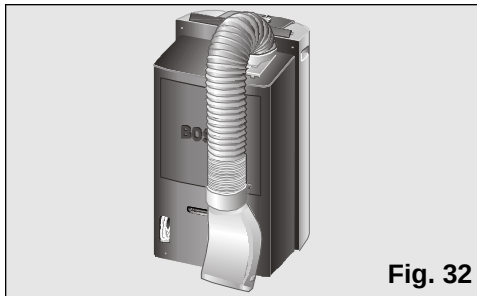

Fig. 32
- ☐ Para ello doblar el tubo hacia la parte trasera del equipo y sujetarlo por el enganche difusor, Fig. 32 y 33.